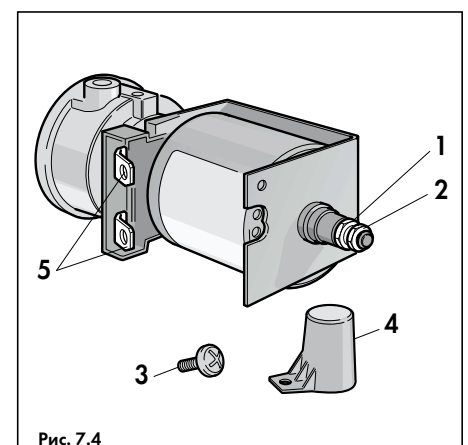

Рис. 7.4
- Вывинтить винт (3, рис. 7.4) и снять пластмассовый защитный колпачок (4, рис. 7.4) с модуляционного электромагнита;
- Вращая с помощью ключа на 7 регулировочный винт (2, рис. 7.4), установить давление газа на соплах, соответствующее значению, данному в таблице 7.2-7.3 для номинальной мощности аппарата:
- Установить пластмассовый защитный колпачок (4, рис. 7.4) на модуляционный электромагнит и закрепить его винтом (3, рис. 7.4);
- Разорвать цепь управления модуляционным электромагнитом, сняв один из штекеров с выводов (5, рис. 7.4);
- Вращая с помощью ключа на 9 регулировочный винт (1, рис. 7.4) установить стартовое давление газа на соплах, соответствующее значению, данному в таблице 7.2-7.3 в графе "мин. (Старт)":
- Восстановить цепь управления модуляционным электромагнитом, надев штекеры на выводы (5, рис. 7.4). Тем самым аппарат будет переведен в режим работы с номинальной мощностью, и на манометре можно считать соответствующее этому значению давления газа на соплах;
- Отсоединить штекеры от выводов (5, рис. 7.4) модуляционного электромагнита;